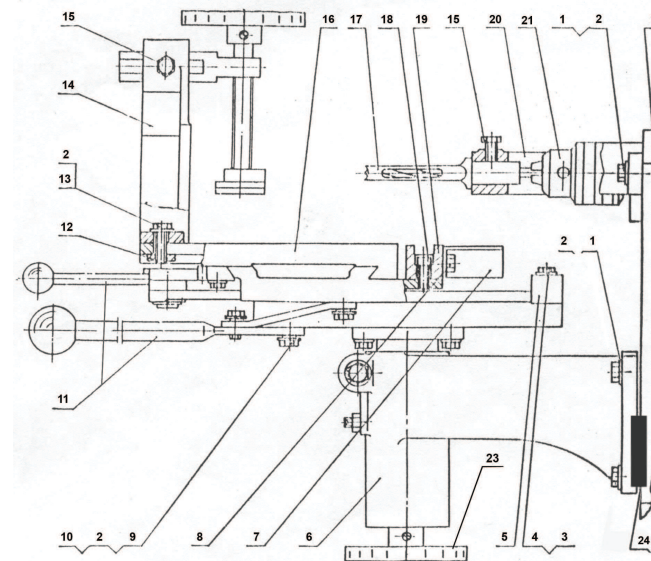

рис. 2
4.2 Общий вид стола сверления и пазования представлен на рис. 2
Станок имеет функцию «Автоматическая подача заготовки», при рейсмусовании которая включается рычагом **16** (рис. 1) и происходит за счёт вращения роликов подачи заготовки **11** (рис. 1) через цепную передачу. Слева на корпус станка навешивается долбежное устройство **17** (рис. 2), кронштейн стола для сверления **6** (рис. 2), на который крепится в сборе трёхосевой стол **18** (рис. 2), зажим для заготовки **14** (рис. 2). Колесо **23** (рис. 2) предназначено для регулировки высоты стола при осуществлении пазования, сверления и т.д., а рычагами **11** (рис. 2) осуществляется перемещение стола по горизонтальным осям.